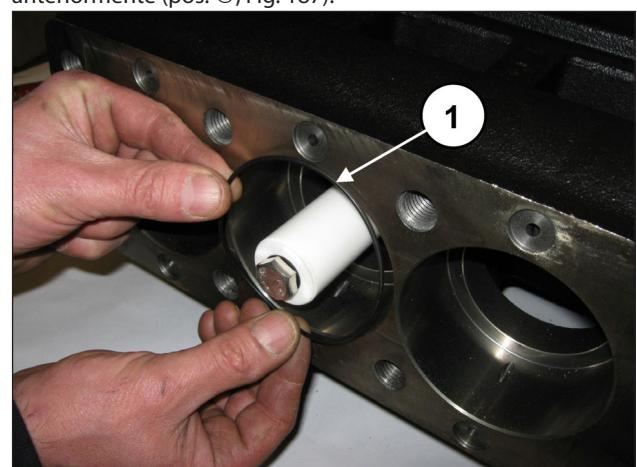
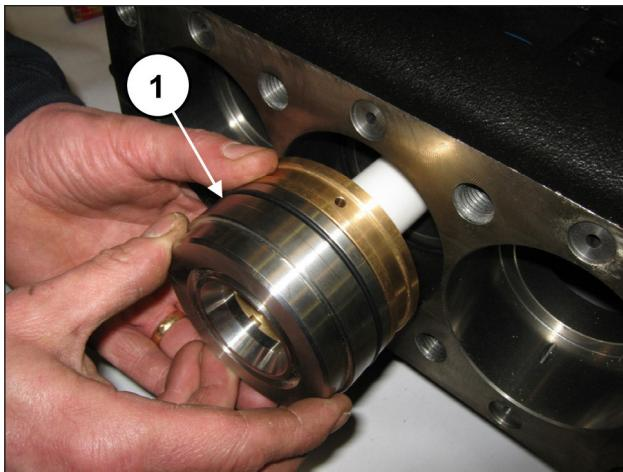

Fig. 186
Fig. 187
Introducir la junta tórica en el cárter de la bomba (pos. ①, Fig. 186) y, a continuación, introducir a fondo el bloque camisa-soporte junta (con la junta tórica) ensamblado anteriormente (pos. ①, Fig. 187).